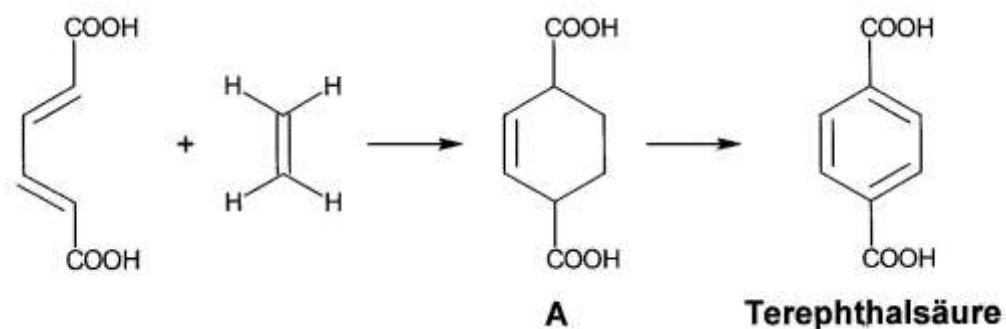

Abb. 2: Reaktionsschema zur Herstellung von Terephthalsäure
- 1.1 Eines der Monomere zur Synthese von PBAT ist Terephthalsäure. Diese lässt sich aus nachwachsenden Rohstoffen nach dem in Abbildung 2 dargestellten Schema herstellen